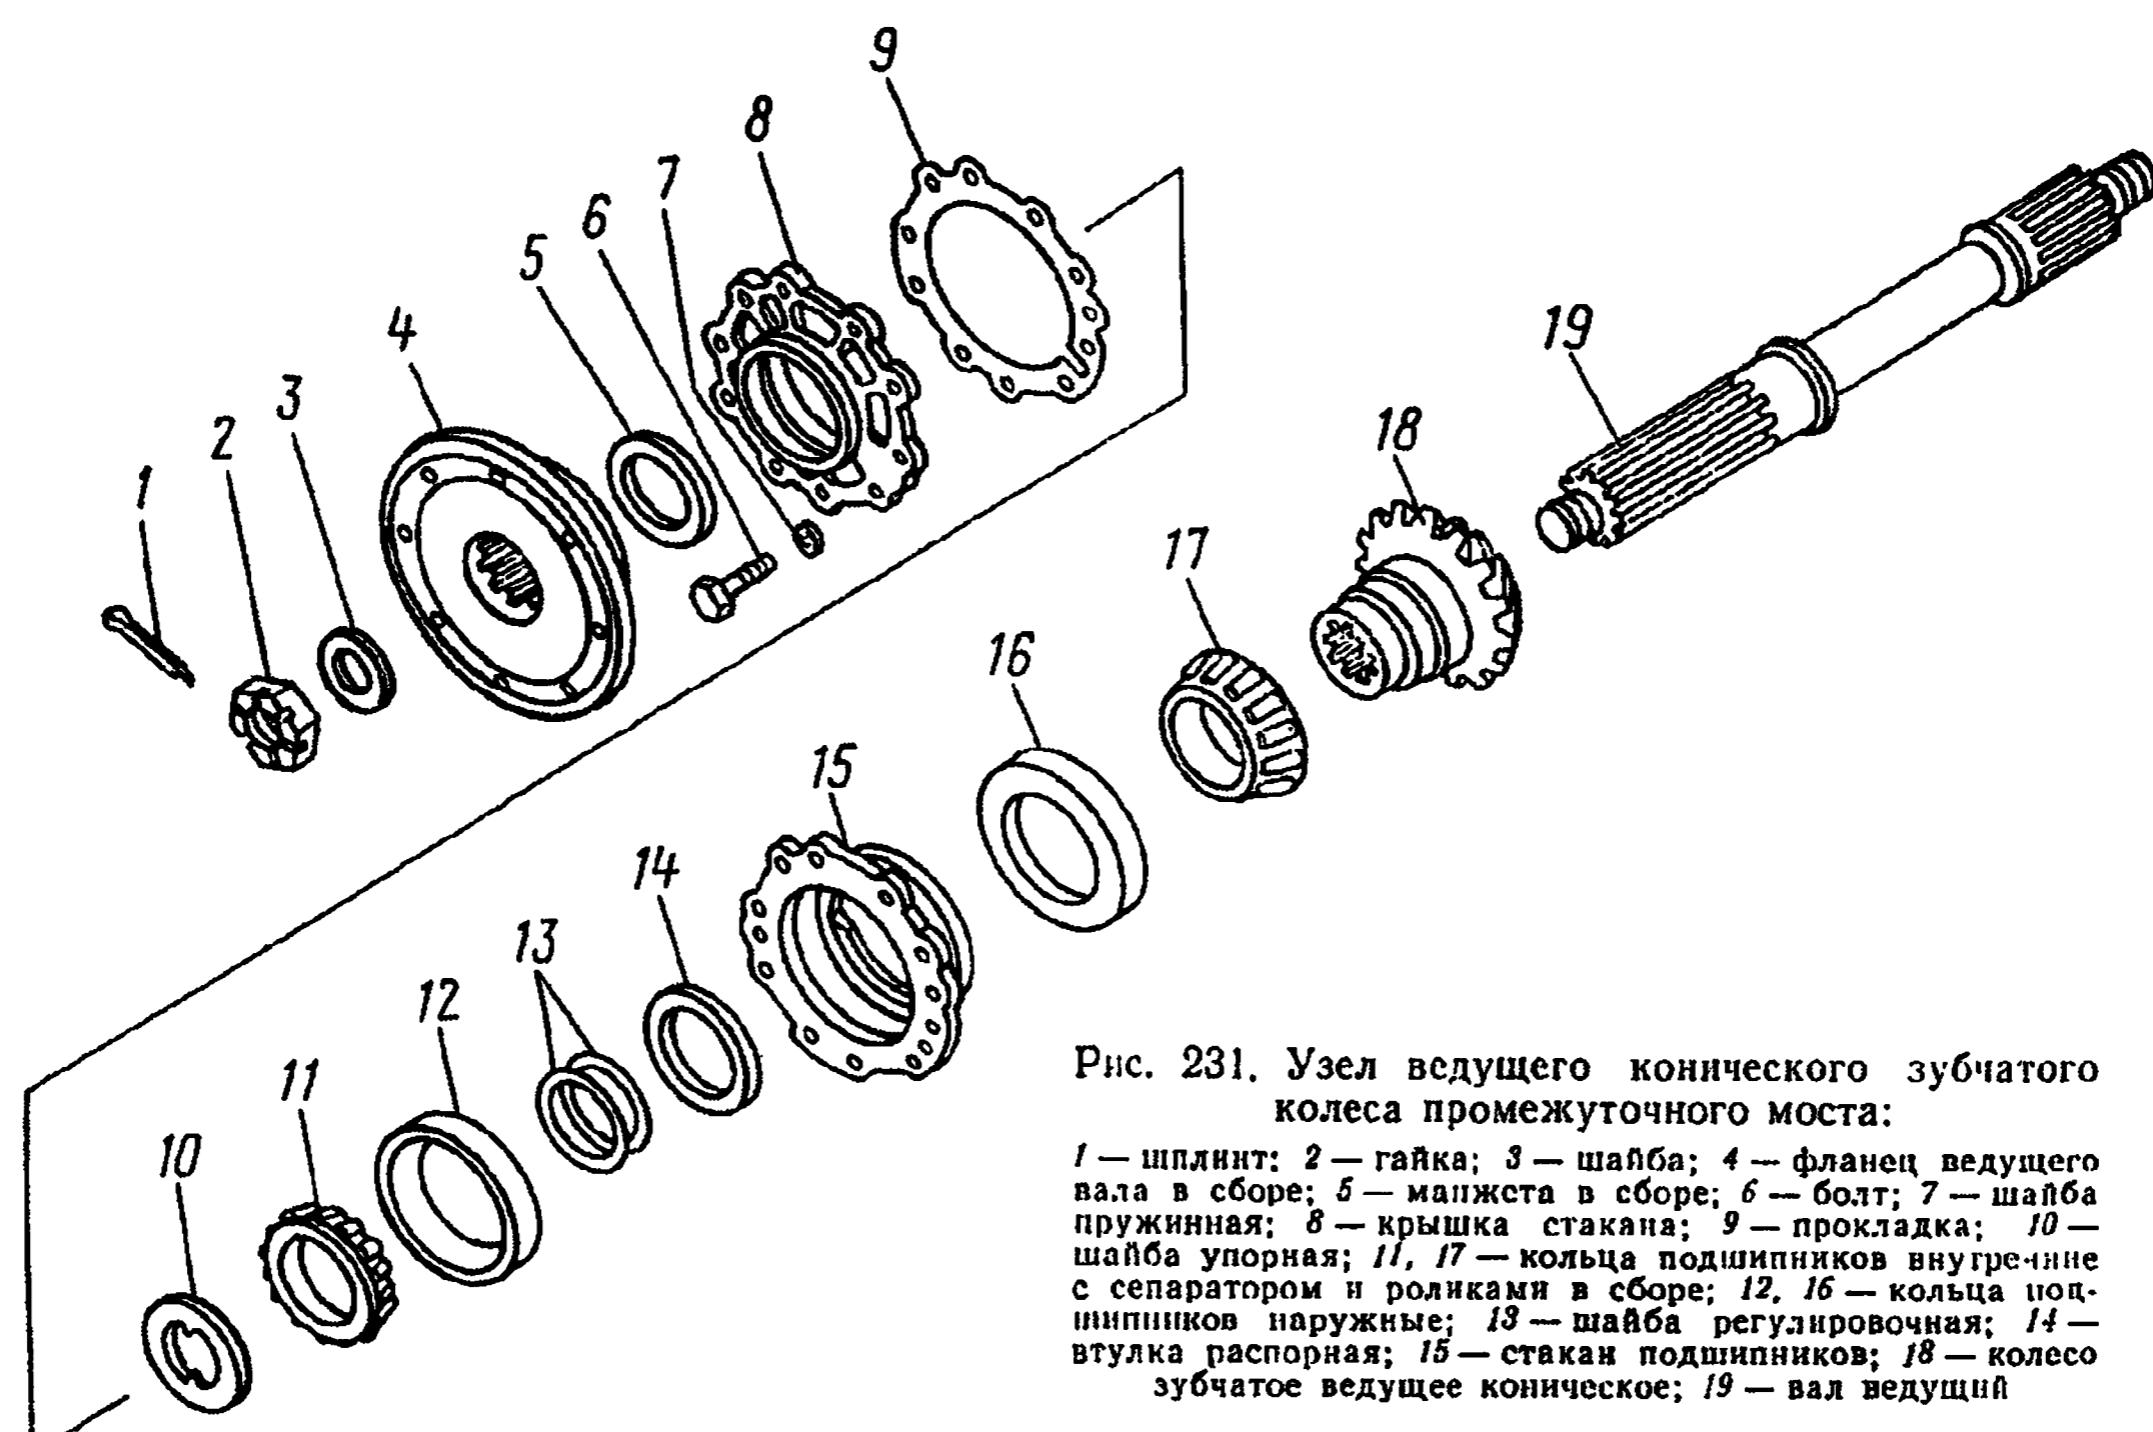

Рис. 231. Узел ведущего конического зубчатого колеса промежуточного моста:
23. Расшплинтуйте и отверните гайку 2 (рис. 231) крепления фланца 4, снимите шайбу 3, фланец 4, крышку 8 в сборе с манжетой, прокладку 9, упорную шайбу 10	Накидной ключ 46 мм, молоток, отвертка, плоскогубцы
27. Спрессуйте с вала ведущее коническое зубчатое колесо 18, спрессуйте съемником (см. рис. 205) с зубчатого колеса внутреннее кольцо 17 подшипника (см. рис. 231)	Съемник
43. Напрессуйте на зубчатое колесо 18 (см. рис. 231) внутреннее кольцо 17 подшипника. Установите на наружное кольцо 16 распорную втулку 14, регулировочные шайбы 13	»